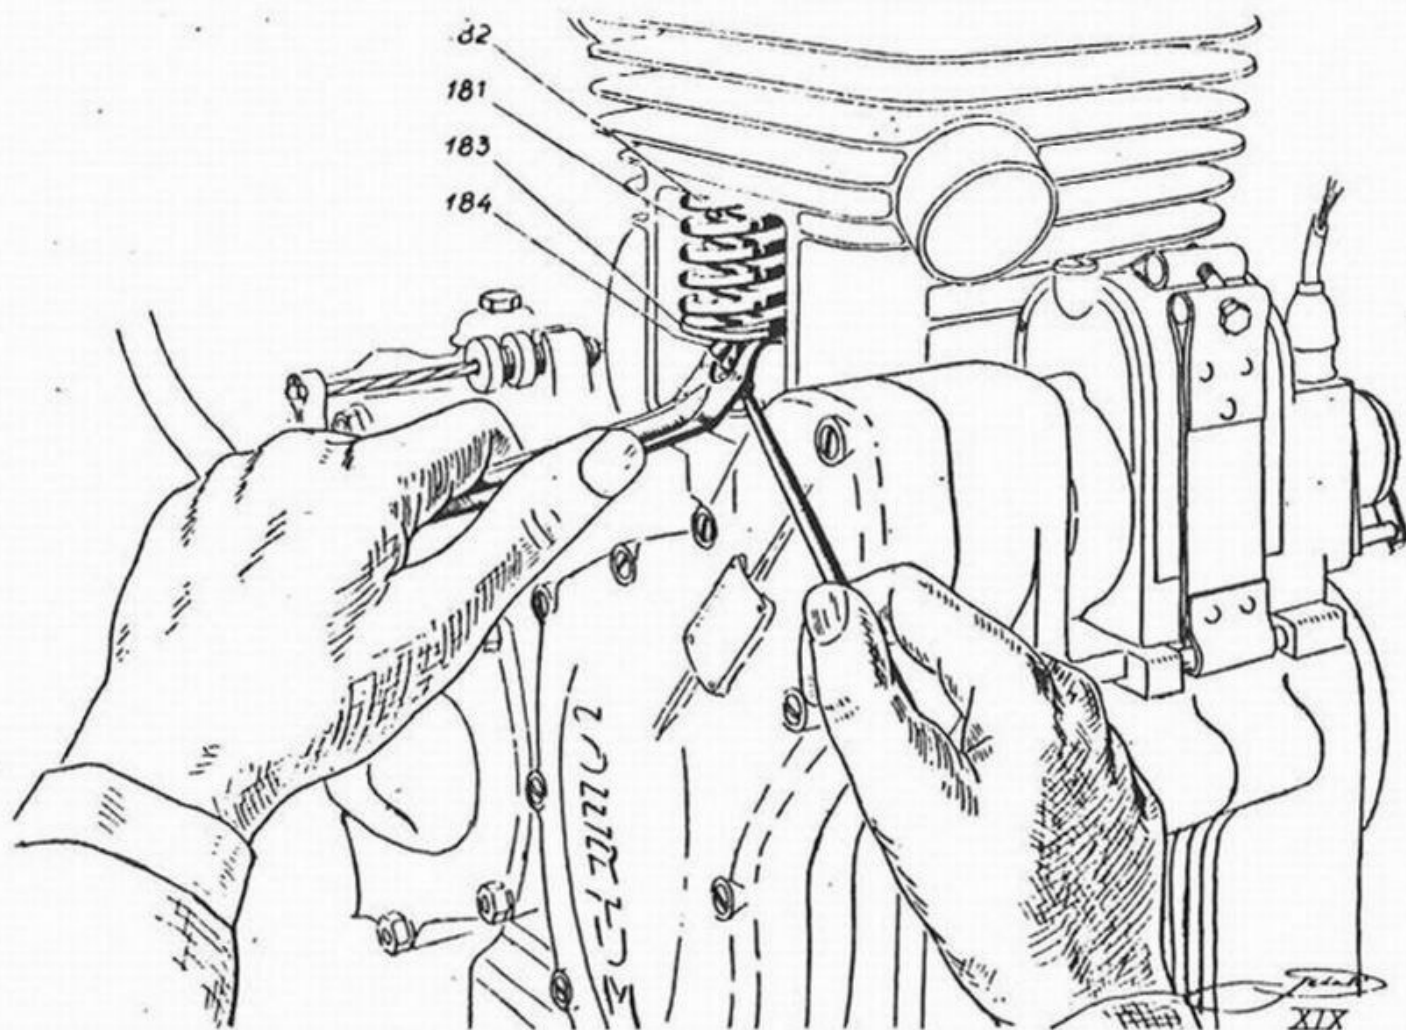

Fig. 5 - Smontaggio delle valvole
5) - Smontaggio delle valvole (fig. 5).